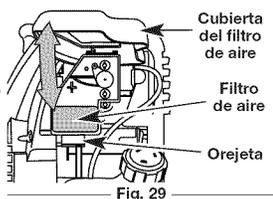

Fig. 29
- Abra la tapa del filtro de aire. Empuje hacia adentro la lengüeta que está en lado inferior de la tapa. Después hale hacia afuera y arriba la tapa del filtro de aire. (Fig. 29).
- Instale de nuevo la tapa del filtro de aire. Haga coincidir las ranuras que hay en la parte superior de la tapa del filtro de aire con las lengüetas de la parte superior de la placa posterior (Fig. 29).
- Gire la tapa hacia abajo hasta que la lengüeta de la placa posterior del filtro de aire se enganche en la ranura de la tapa del filtro de aire (Fig. 29).